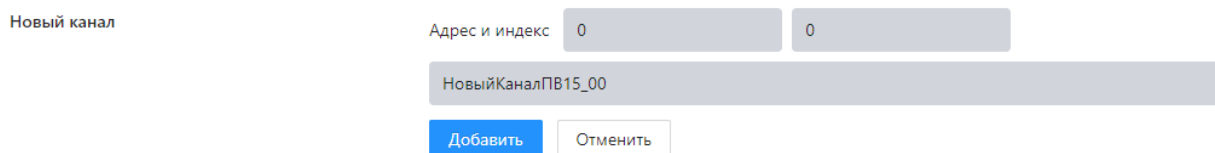

Рисунок 16 – Добавление канала (датчика)
- Для добавления одного канала в открывшемся окне (Рисунок 16) установите следующие параметры: